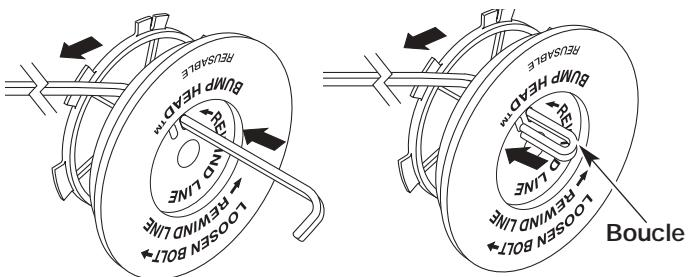

Figure 37
8. Découpez environ 6,1 m (20 pi) de fil neuf. Insérez une extrémité de fil dans l'un des deux trous du moulinet intérieur (Fig. 37). Tirez le fil jusqu'à ne laisser que 10 cm (4 po) environ.
9. Insérez l'extrémité du fil dans le trou ouvert du moulinet et tirez sur le fil pour que la boucle soit le plus petit possible (Fig. 37).